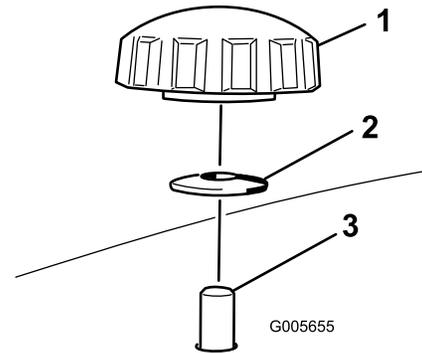
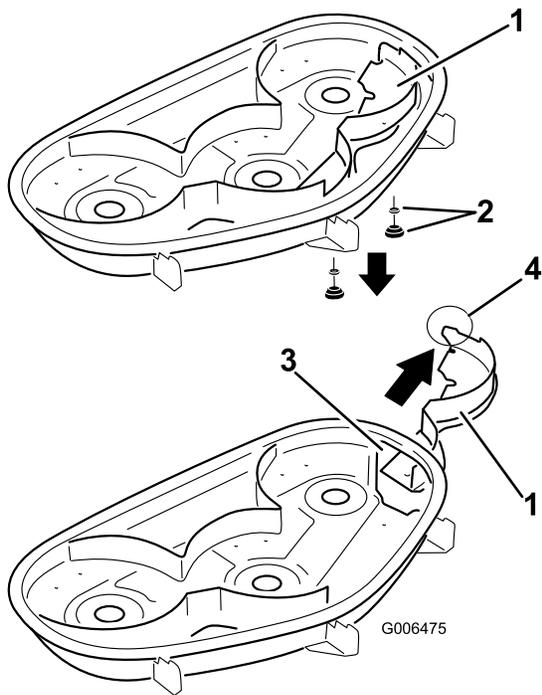

Bild 24
Bild 25
4. Nehmen Sie die beiden Handräder und die Wellenscheiben ab, mit denen das rechte Ablenkblech am Mähwerk befestigt ist, wie in Bild 24 dargestellt.
5. Nehmen Sie das rechte Ablenkblech ab und senken Sie das Grasablenkblech über der Auswurfkanalöffnung ab, wie in Bild 25 und Bild 24 dargestellt.
4. Schieben Sie das rechte Ablenkblech durch die Auswurfkanalöffnung und befestigen Sie diese mit den zwei Handrädern und Wellenscheiben (kappenförmige Seite zum Mähwerk), wie in Bild 24 und Bild 25 dargestellt.